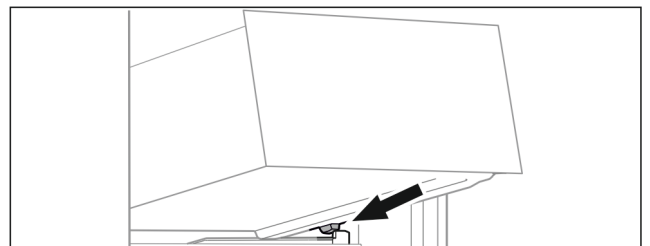

Fig. 92
- ▶ Placer le tiroir, en l'inclinant, derrière les butées sur la nervure de récipient. (voir Fig. 92)